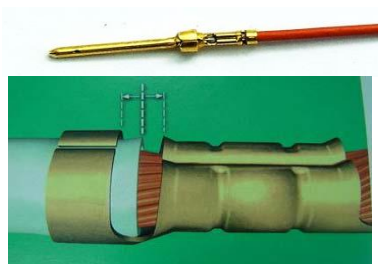

图 5.9 合格的接触件
- (3) 完成压接后，合格的接触件如“图 5.9 合格的接触件”所示